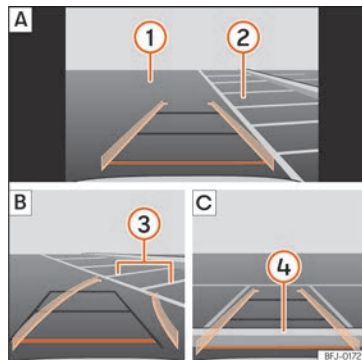

Abb. 204 Anzeige auf dem Bildschirm des Infotainment-Systems: einparken mit dem Rückfahrassistenten.
Legende zu **Abb. 204**:
- Bringen Sie das Fahrzeug vor die Parklücke **»» Abb. 204 (2) [A]**.